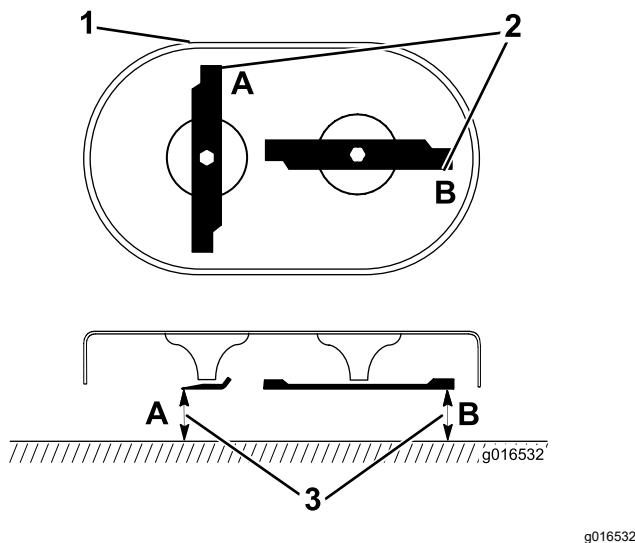

Bild 28
1. Drehen Sie die Messer in die Stellung, die in **Bild 28** abgebildet ist.
2. Messen Sie an den Stellen **A** und **B** von der ebenen Fläche zu den Schnittkanten (Bild 28) und notieren Sie beide Werte.
3. Drehen Sie die Messer so, dass die anderen Enden an den Stellen **A** und **B** sind (Bild 28).